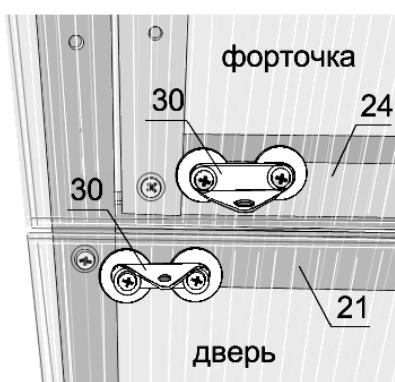

Рис. 18
6.1. На поперечине двери № 21 и поперечине форточки №24 закрепите саморезами уголки №31, подложив под уголки оцинкованные шайбы (рис. 18).